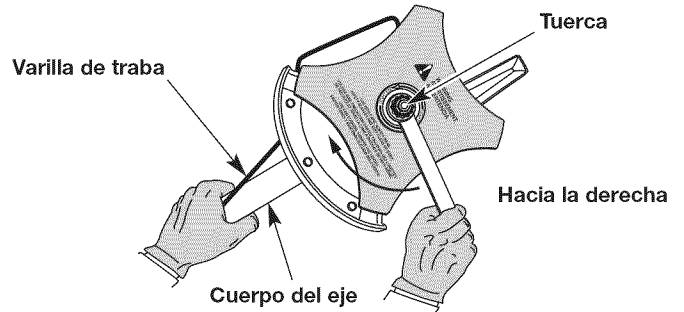

Fig. 17
2. Sostenga firmemente la varilla de traba contra el cuerpo del eje (Fig. 17).
3. Mientras sujeta la varilla de traba en su lugar, afloje la tuerca girándola hacia la derecha con una llave de boca cerrada o de cubo de 5/8 de pulgada (Fig. 17).
3. Sostenga firmemente la varilla de traba contra el cuerpo del eje (Fig. 17).